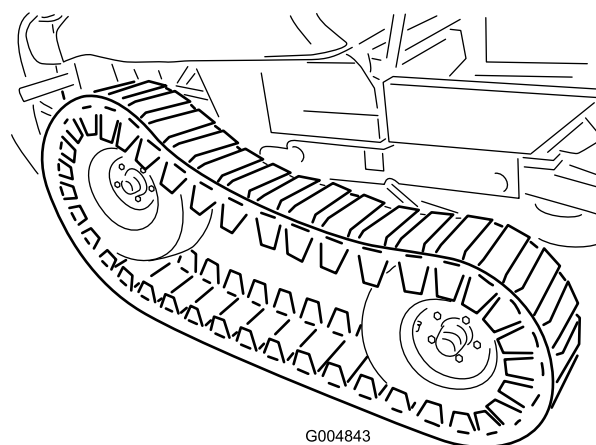

Figura 55
20. Ajuste el gato a una altura adecuada para instalar el neumático delantero. Con la ayuda de otra persona, eleve la parte delantera de la oruga lo suficiente para poder instalar cuidadosamente los neumáticos delanteros (Figura 55).